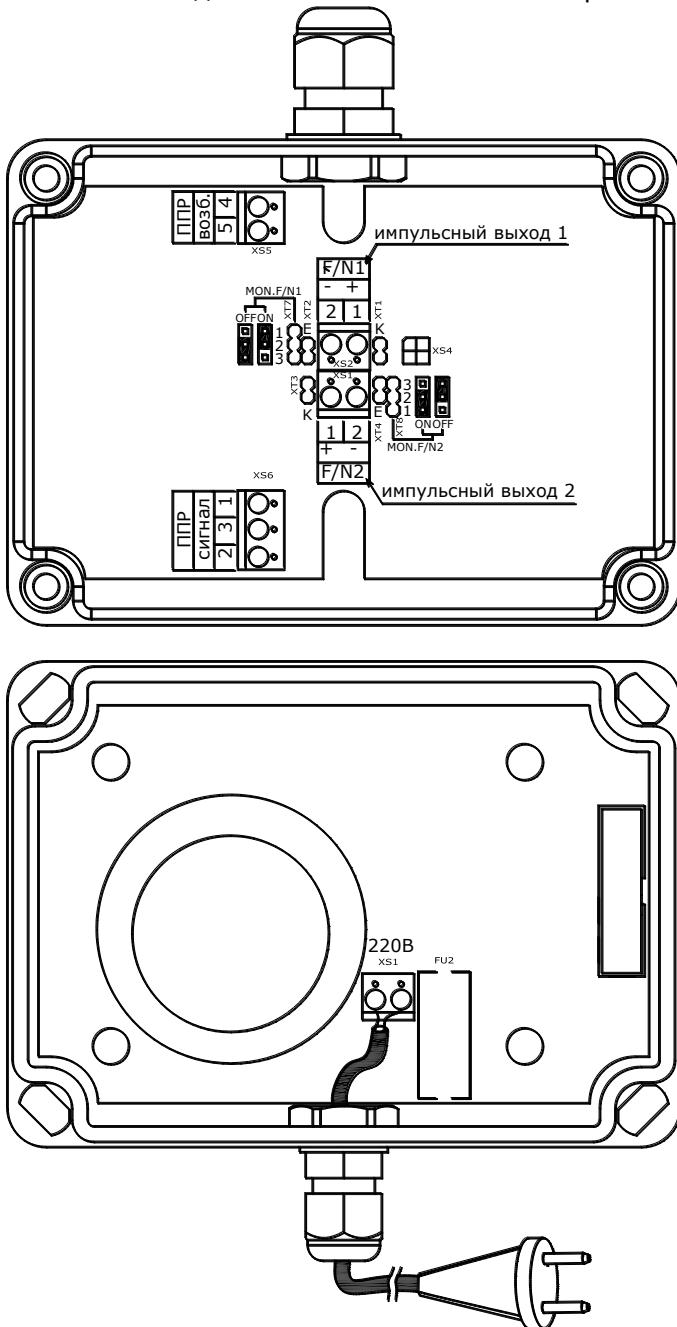

Рис. 8.8
**8.4.1** Для проведения монтажа линий связи необходимо отвернуть 4 винта на передней панели ППМ и снять переднюю панель. После этого освобождается доступ к разъемам и клеммникам для подсоединения внешних цепей. Внешний вид расходомера со снятой верхней крышкой приведен на рис. 8.8.
8.6.2 Конфигурация выходных каскадов выбирается посредством установки/снятия джамперов на плате коммутации (см. рис. 8.8, таблица 8.2):
8.7.2 Установка контроля обрыва линии импульсного выхода осуществляется путём установки в требуемое положение джампера **ХТ7** для канала **G1**, **ХТ8** для канала **G2** (см. рис. 8.8):